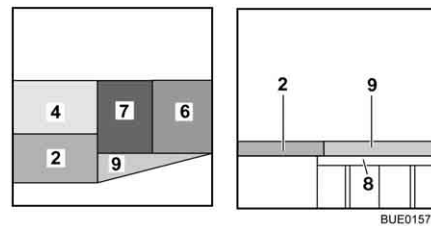

Fig. 160 Depois da transformação
- Coloque o estofa do assento (Fig. 160,7) no meio.
- Coloque o estofa do encosto (Fig. 160,6) entre o estofa do assento (Fig. 160,7) e a parede.
- Coloque o estofa adicional (Fig. 160,9) sobre o acrescento da cama.